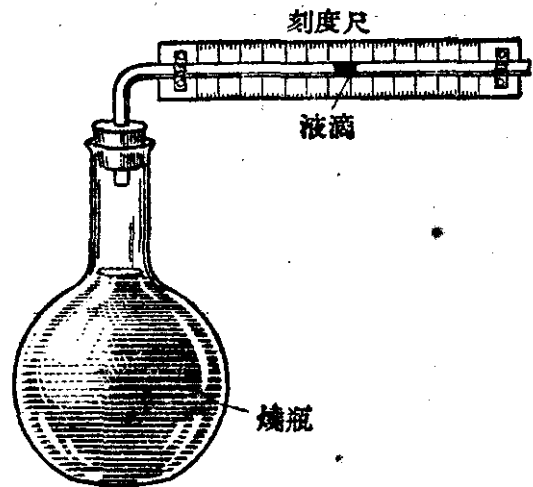

图 2·12 验温器
3. 辐射 我们再来研究热传递的第三种方式. 先做一个实验. 拿一只外面涂有煤烟的小烧瓶(图 2·12), 瓶口用插有玻璃管(弯成直角)的软木塞盖紧. 在玻璃管的水平部分装进一滴红色的水. 水平管旁附有一个刻度尺, 这样,我们就制成了一只验温器.